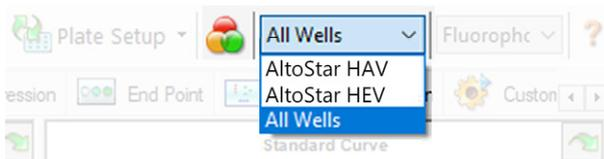

Abb. 4: Schaltfläche und Dropdown-Menü Well Group (Well-Gruppe)
Achten Sie darauf, im Fenster Data Analysis (Datenanalyse) die **Well Group** (Well-Gruppe) des AltoStar® HAV RT-PCR Kit 1.5 auszuwählen. Klicken Sie dazu auf das Dropdown-Menü **Well Group** (Well-Gruppe) rechts neben der Schaltfläche **Well Group** (Well-Gruppe) (siehe Abbildung 4) in der Menüleiste. Verwenden Sie nicht die „All Wells“ (Alle Wells) **Well Group** (Well-Gruppe). Die Auswahl in Abbildung 4 wird als allgemeine Beispielansicht verwendet.
1. Achten Sie darauf, im Fenster Data Analysis (Datenanalyse) die **Well Group** (Well-Gruppe) des AltoStar® HAV RT-PCR Kit 1.5 auszuwählen. Klicken Sie dazu auf das Dropdown-Menü **Well Group** (Well-Gruppe) rechts neben der Schaltfläche **Well Group** (Well-Gruppe) (siehe Abbildung 4) in der Menüleiste.